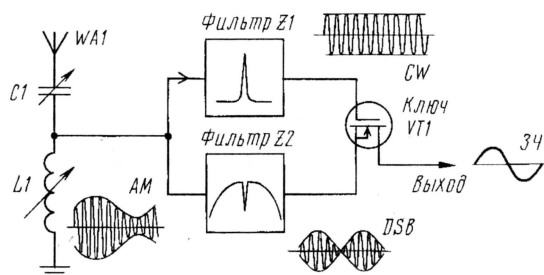
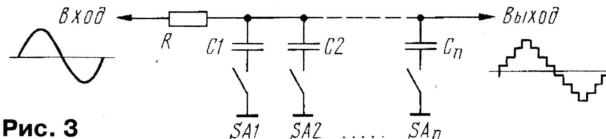

Рис. 2
Рис. 3
В идеальном случае надо бы разделить принятый сигнал двумя фильтрами: одним — очень узкополосным, выделяющим только несущую из спектра сигнала, другим — полосовым, с режекцией несущей, выделяющим только частоты боковых полос (рис. 2). Когда из антенного контура на фильтры поступит АМ сигнал (осциллограммы показаны на рис. 3), первый фильтр выделит немодулированные колебания несущей (CW), а второй — балансно-модулированный сигнал боковых полос без несущей (DSB). Фаза последнего совпадает с фазой несущей при положительной полуволне ЗЧ и меняется на обратную при отрицательной. Несущая, выделенная фильтром Z1, управляет ключом, и на его входе появляются положительные импульсы тока при положительной полуволне ЗЧ и отрицательные — при отрицательной. В телефоны потечет ток звуковой частоты без постоянной составляющей.
Столь узкополосные фильтры нельзя сделать на обычных колебательных контурах, но они имеются — это синхронные фильтры на коммутируемых конденсаторах. Суть их работы сводится к следующему: к цепи переменного тока (рис. 3) периодически и поочередно подключают конденсаторы. Если моменты подключения каждого конденсатора попадают всегда в одну и ту же точку синусоиды, то конденсатор зарядится до соответствующего напряжения и перестанет потреблять ток. На всей системе конденсаторов выделится ступенчатое напряжение, аппроксимирующее входное синусоидальное. Если же частота коммутации не совпадает с частотой входного сигнала, на конденсаторы будет поступать каждый раз разное напряжение, конденсаторы не зарядятся и на выходе сигнала не будет.